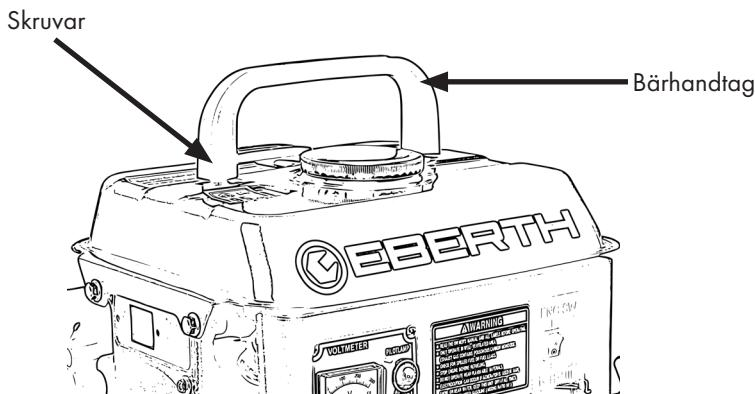

Bild 3
- Sätt fast bärhandtaget i det läge som visas i bild 3 och dra åt skruvorna.